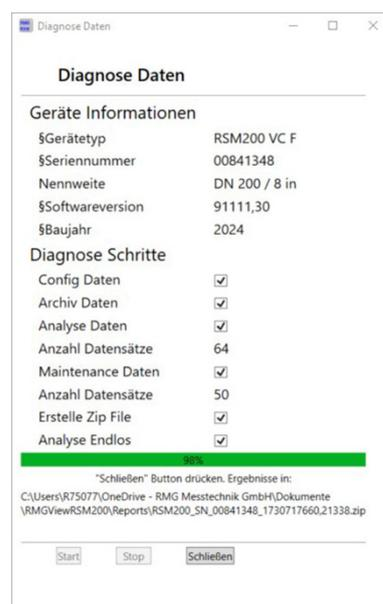

Abbildung 32: Fenster Diagnose Daten
1. Wählen Sie **Diagnose Einstellungen**. Es öffnen sich die Einstellmöglichkeiten (vgl. Abbildung 32).